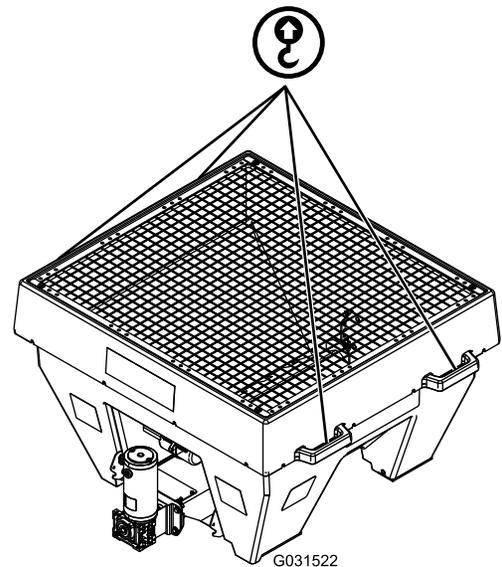

Figure 4
2. À l'aide des poignées de levage (Figure 4), soulevez l'épandeur et placez-le au centre sur le plateau du véhicule utilitaire.